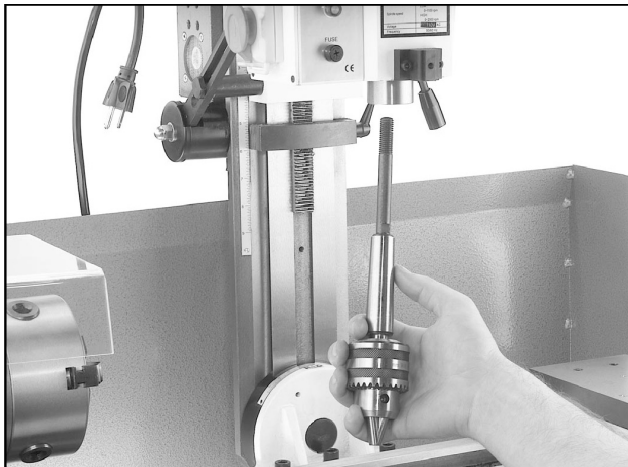

Fig. 11 Borepatronen tages væk fra spindlen
6. Hold med en hånd borepatronen og tag møtrikken og skive væk med anden hånd. Borepatronen skal nu være let at tage væk fra bunden i overensstemmelse med **fig. 11**.